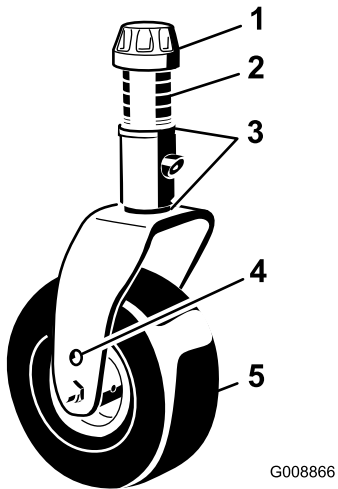
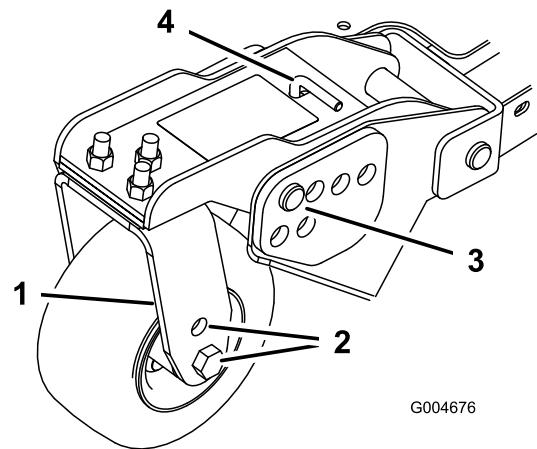
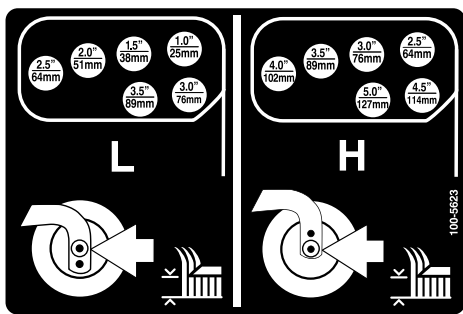

Figura 19
Figura 21
Figura 22
1. Coloque os eixos da roda giratória nos mesmos orifícios em todas as forquilhas da roda giratória (Figura 19 e Figura 21). Consulte o quadro seguinte para determinar quais os orifícios adequados para cada posição.
2. Retire a tampa de fixação do eixo roscado (Figura 19) e desloque o fuso para fora do braço da roda giratória.
6. Retire o perno de gancho e o pino de segurança dos braços articulados da roda giratória (Figura 21).
7. Rode a barra tensora para levantar ou descer o braço articulado, até os orifícios se encontrarem alinhados com a altura desejada dos orifícios da altura de corte na estrutura da unidade corte (Figura 21 e Figura 22).